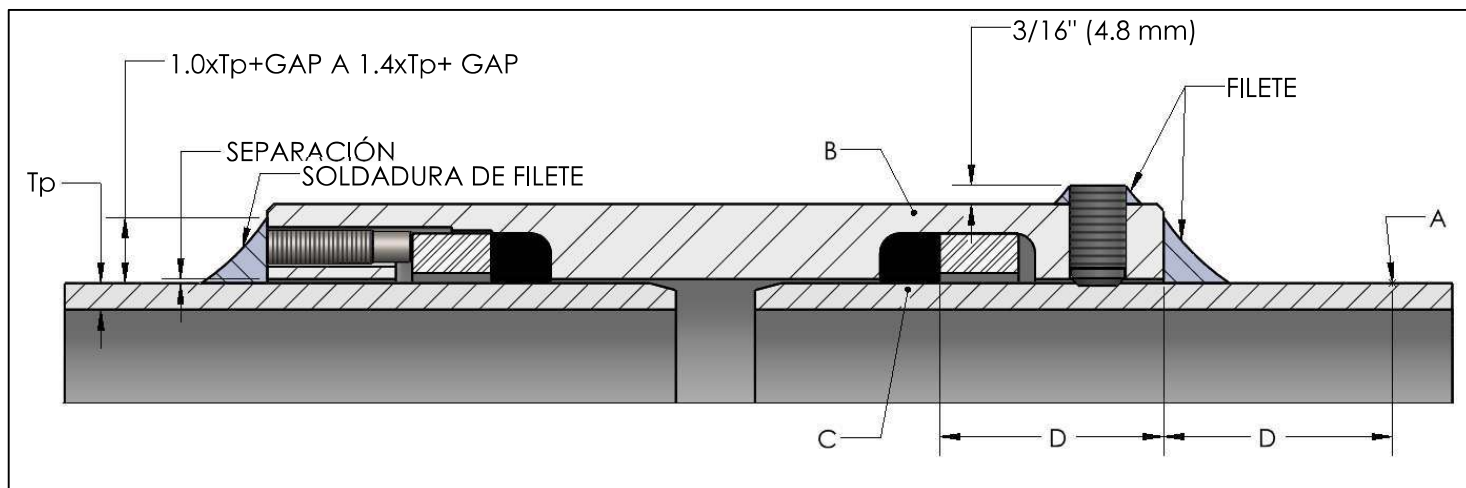

Figura 7
La dimensión "D", medida durante la instalación inicial, deberá utilizarse ahora para marcar las ubicaciones "A" y "B", como se muestra en la Figura 7. Estas ubicaciones están a la misma distancia de la soldadura que la ubicación del sello "C". Para prevenir daños a los sellos, monitoree el calor generado por la soldadura o el precalentamiento, particularmente en las ubicaciones "A" y "B", usando crayones de temperatura o termómetros de sonda. Si el calor generado se acerca al límite de temperatura del material de sellado, el cual se indica en la etiqueta, la soldadura debe interrumpirse o seguirse en otra parte del accesorio para que el área afectada tenga oportunidad de enfriarse.
2. Agregue una soldadura de filete al acoplamiento soldable "PLIDCO Weld+Ends" alrededor de la circunferencia del tubo y selle los extremos de los tornillos de empuje cortados. La altura de la soldadura de filete debe estar entre $(1 \times T_p) + \text{separación}$ y $(1.4 \times T_p) + \text{separación}$ donde " T_p " es el espesor del tubo y "separación" es la apertura de la raíz o la distancia desde el diámetro exterior del tubo hasta el diámetro interno de la "Weld+Ends" (consulte la Figura 7).